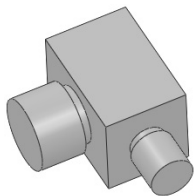

图 7-54 生成喇叭口基体 2
8) 创建喇叭口基体。单击“特征”控制面板中的 (拉伸凸台/基体) 按钮，或选择菜单栏中的“插入”→“凸台/基体”→“拉伸”命令，在弹出的“凸台-拉伸”属性管理器中设置拉伸终止条件为“给定深度”，在 (深度) 文本框中输入“11.5”，其他选项保持系统默认设置，单击 (确定) 按钮，生成喇叭口基体2，如图7-54所示。